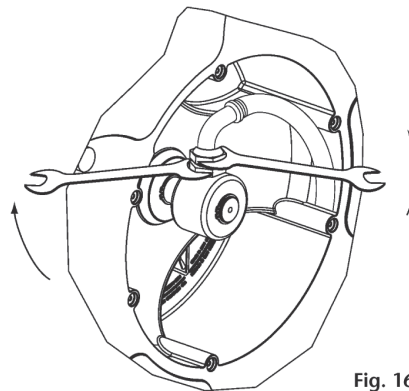

Fig. 16
- Unscrew the nuts with two spanners (fig. 16).
- Con dos llaves, afloje la manguera de la rótula (fig. 16).
- Avec deux clés, desserrez le flexible de la rotule (fig. 16).